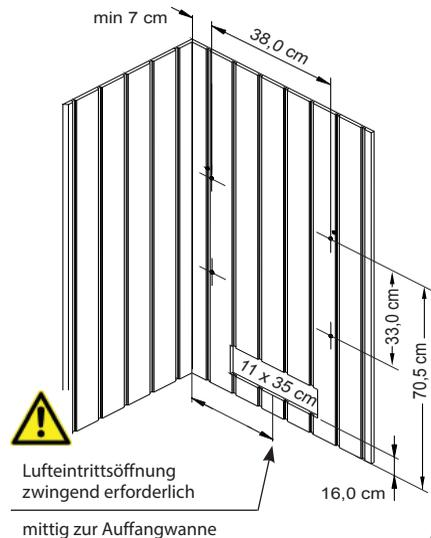

Abb. 2
1. 4 Befestigungsschrauben gemäß Abb. 2 über der Lufteintrittsöffnung so in die Kabinenwand schrauben, dass zwischen Wand und Schraubenkopf noch ca. 3 mm Platz ist.